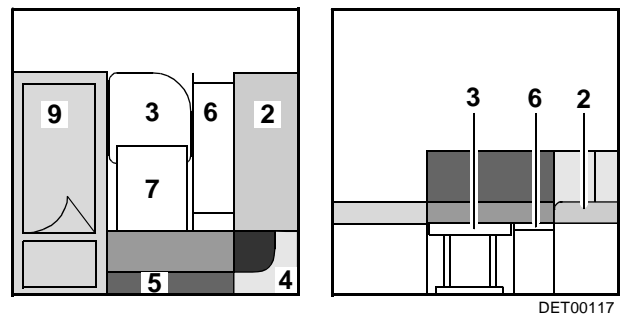

Fig. 67 Durante la transformación
- Colocar la tabla adicional (Fig. 67,7) entre la mesa y el cuerpo de la cama.
- Extraer los cojines del respaldo (Fig. 67,1 y 4).
- Elevar el cojín del asiento (Fig. 67,2) y colocarlo en la extensión del cuerpo de la cama (Fig. 67,6).